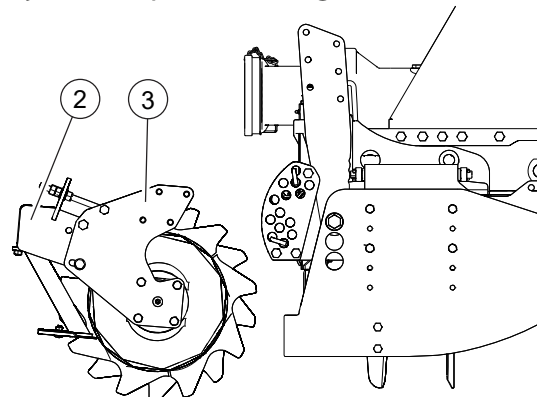

FIG. 10
Bloquear la roteación de la barra porta-rascadores (1). Apoyar el rodillo en el suelo con las placas de soporte (2, "Fig. 10") ya direccionadas en posición de montaje.